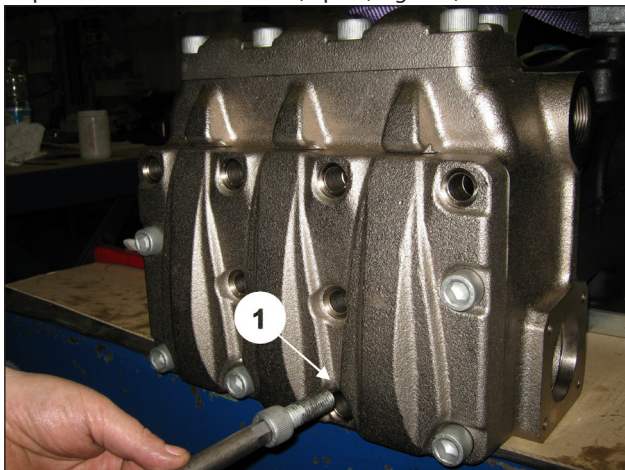
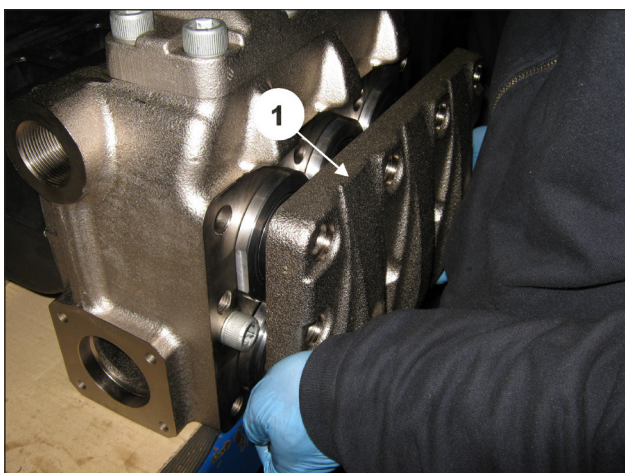

Fig. 103
Fig. 104
Dévisser les 6 vis M16x45 du couvercle des soupapes d'aspiration (rep. ①, Fig. 103) et dévisser les 6 vis M16x200. Déposer ensuite le couvercle (rep. ①, Fig. 104).